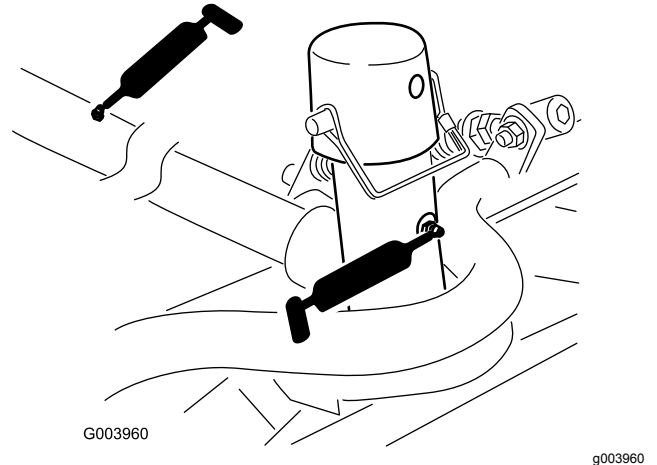

Figura 38
- Articulação e estrutura de transporte da unidade de corte (Figura 38)